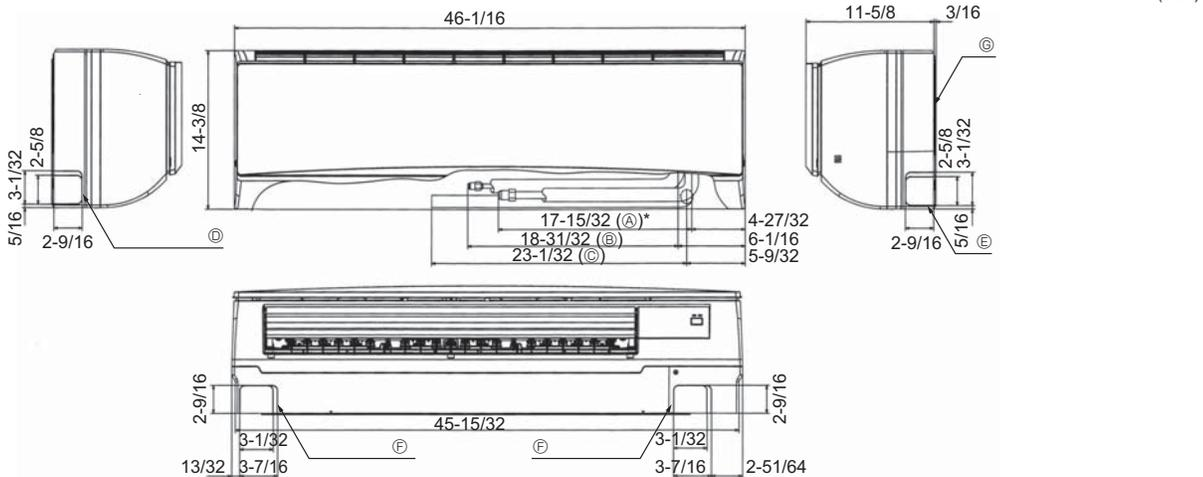
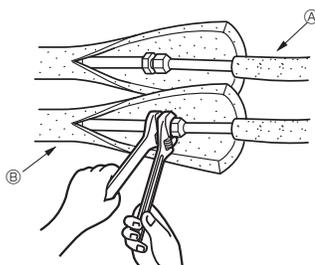

Fig. 4-2
Fig. 4-3
4.3. Mise en place des tuyaux de réfrigérant et d'écoulement (Fig. 4-2)
- Ⓖ Plaque d'installation ①
4.4. Travaux pour l'installation des tuyaux de réfrigérant (Fig. 4-3)